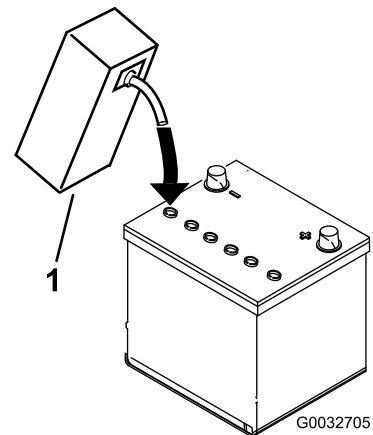

Figure 4
soient recouvertes d'environ 6 mm de liquide (Figure 4).
4. Attendez environ 20 à 30 minutes pour donner le temps aux plaques de s'imprégner d'électrolyte. Faites l'appoint au besoin pour faire monter le niveau de liquide à environ 6 mm en dessous du creux de remplissage (Figure 4).